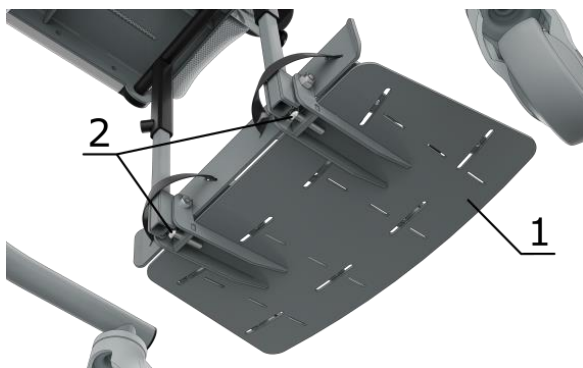

Рисунок 7. Настройка угла наклона платформы для стоп
Для установки угла наклона платформы для стоп (1) сложите платформу для получения доступа к регулировочным винтам (2). Вращайте поочередно винты (2) по часовой стрелке для увеличения угла установки платформы и против часовой стрелки для уменьшения угла (**рис.7**).